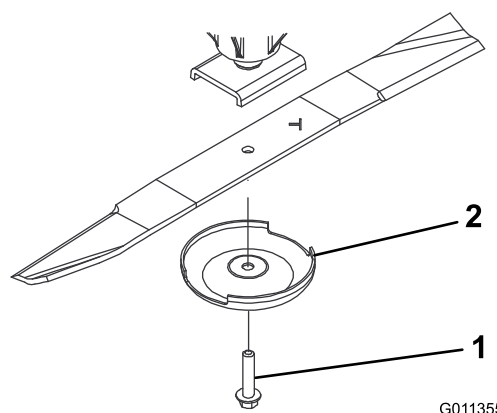

Figura 97
3. Togliete il bullone, la coppa antistrappo e la lama dall'asse del perno (**Figura 97**).